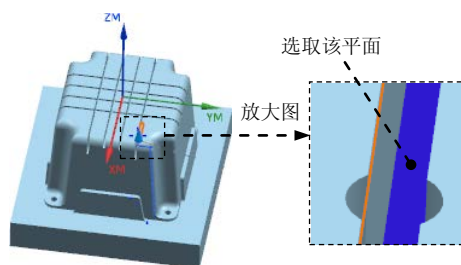

图 20.51 指定底面
(1) 单击“平面铣”对话框中 **指定底面** 右侧的按钮，系统弹出“平面”对话框。
(2) 然后选取图 20.51 所示的面，单击“平面”对话框中的 **确定** 按钮，返回“平面铣”对话框。